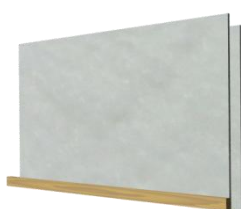

Fig.1
- Se previsti più strati è possibile assemblare manualmente il pannello prima del suo fissaggio. Nel caso ad esempio di 20 mm, per la fila di partenza, posizionare il primo pannello sul piano di appoggio ed in aderenza alla struttura; il secondo in appoggio ad un distanziale (listello) di altezza 50 mm e sfalsato sul lato corto di 50 mm rispetto al bordo del sottostante. Fig.1